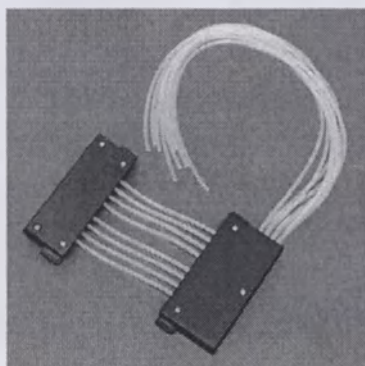

Рисунок 5-44. Нижняя и верхняя часть кассеты для диспенсирования смонтированы
16. Завинтите крепежный винт передней крышки (рисунок 5-44).